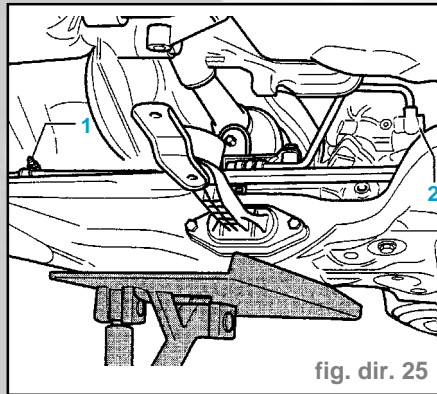

fig. dir. 25
- Desserrer les vis (1).
- Dévisser les vis (2) et (3) du berceau.
- Dévisser la conduite de retour du collier (1) et le boîtier de la vanne à tiroir rotatif (2) (fig. dir. 25).